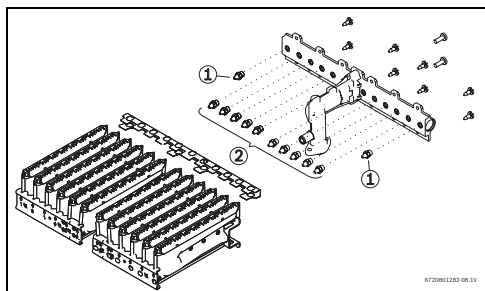
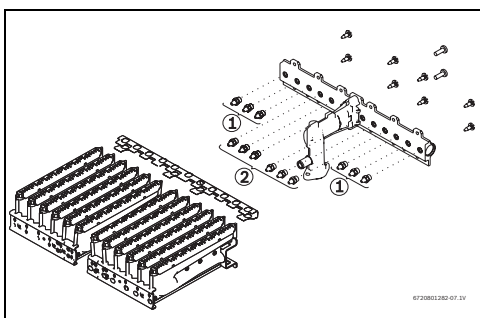

Рис. 7 Настройка форсунок для G30
Рис. 8 Настройка форсунок для G20
- ▶ Удалите форсунки и установите новые форсунки в правильном порядке (→ рис. 7 и рис. 8).